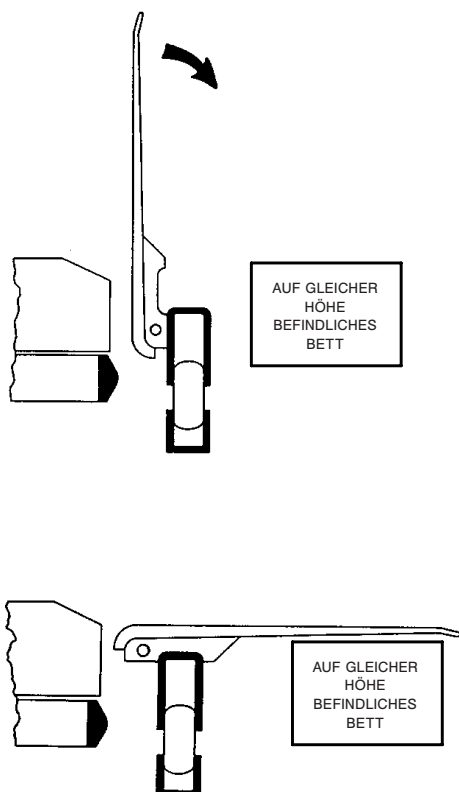

Abbildung 5: Patientenumlagerungshilfe
Hinweis: Die Umlagerungshilfe (C) befindet sich zwischen den Seitenbügeln (A) und der Matratze (B) (siehe Abbildung 5).
1. Die Seitenbügel (A) ganz absenken.
2. Die Umlagerungshilfe (C) zum Hochstellen von unten drücken und von oben ziehen.